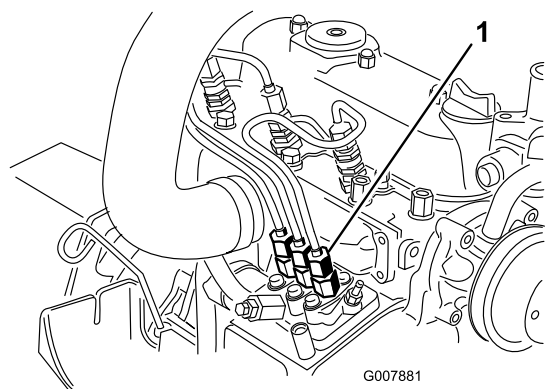

Figura 41
1. Mettete un cencio sotto il raccordo del tubo proveniente dalla pompa d'iniezione e diretto all'ugello dell'iniettore n. 1, come illustrato nella Figura 41.